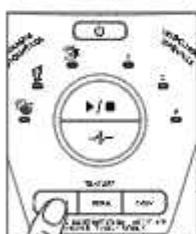

Fig. 21
3. Para cambiar la selección de textura, presione uno de los tres botones de las selecciones de textura adecuado para su receta (Fig. 21).